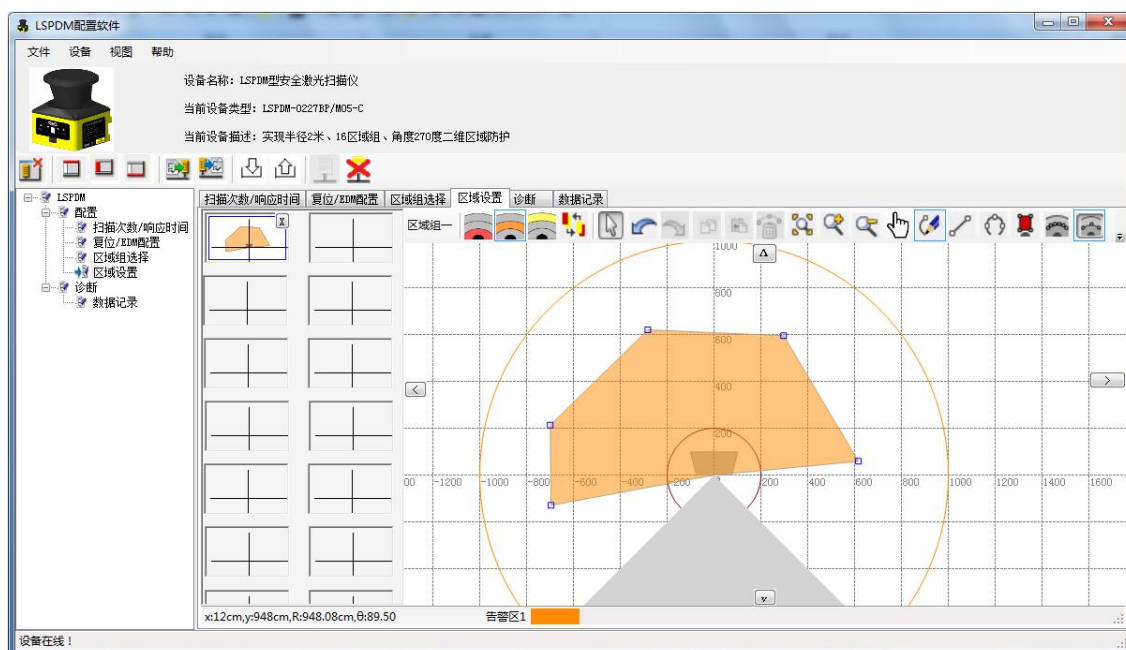

图 3.2.3 告警区域 1 绘制
步骤②：告警区域 1 配置。点击图标或，切换到告警区域 1 配置，完成告警区边界配置。例如，下图 3.2.3 所示为用户定义的不规则边界的告警区域 1。